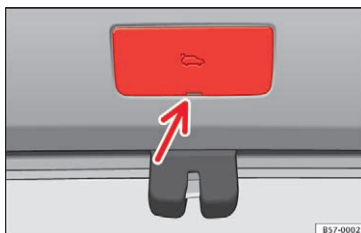

Fig. 7 Udsnit af bagagerummet: adgang til nødoplåsningfunktionen
- Fjern afdækningen ved hjælp af nøglekammen » **Fig. 7**.